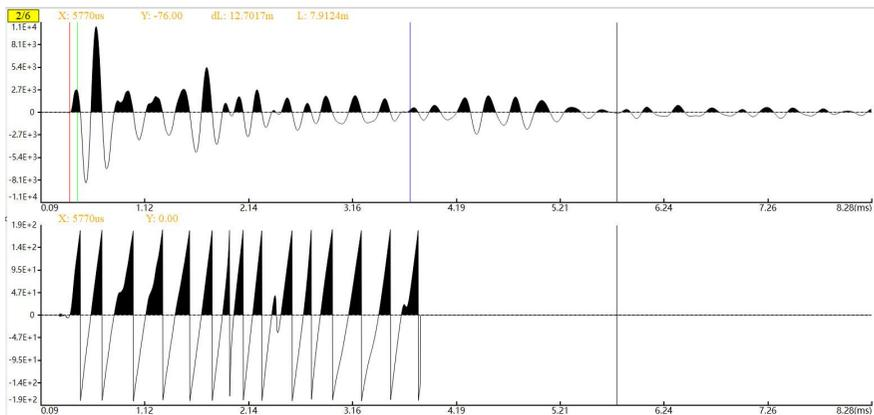

图 4-15 相位分析
- 相位分析：对需分析的波形进行相位分析，产生相位信息，并显示在分析视图的第二块区域，变化如图 4-15 所示，点击相位分析图标在原波形下方会显示波形的相位图，通过分析识别该图的畸变点或者突变点可判断分析出锚杆杆头、孔口、杆底和缺陷位置，如下方波形中第七第十波峰顶点间波形明显发生畸变，且两者相比其余相邻两波饱满程度差异大，故存在缺陷点。快捷键为 **P**。